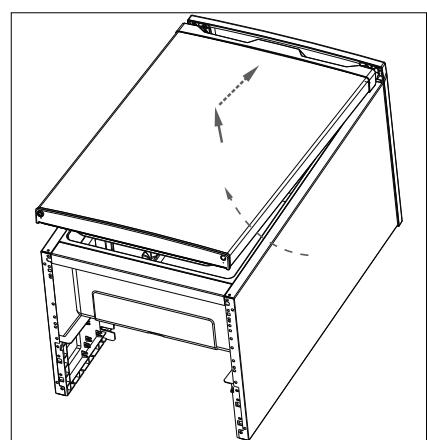

Abb. 11
- ▶ Setzen Sie die Gefrierraumtür (4) wieder auf den Gefrierraum, indem Sie die Gefrierraumtür (4) von unten leicht schräg nach oben schieben (Abb. 11). Achten Sie dabei darauf, dass der Scharnierzapfen des oberen Scharniers in der Scharnierbuchse an der Gefrierraumtüroberseite sitzt und die Dichtung richtig mit dem Gehäuserrand abschließt.